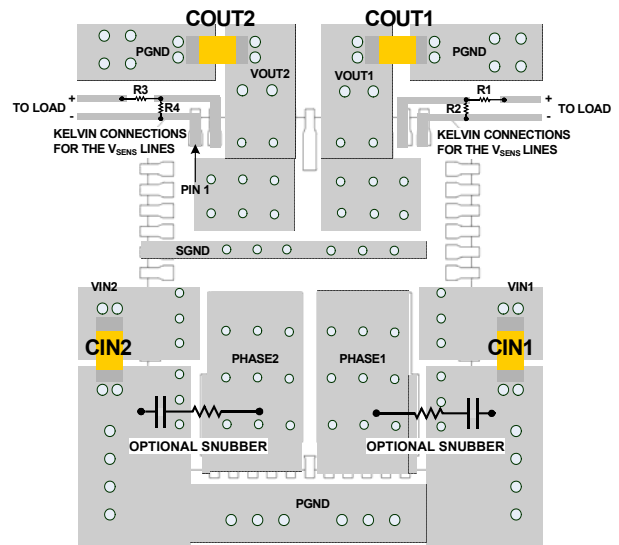

図 32. 推奨レイアウト
安定動作、低損失、優れた放熱性を実現するには、レイアウトについて考慮する必要があります (図 32)。
- 信号グラウンド・ピンに接続された部品には、独立した SGND 銅エリアを使用してください。図 32 に示すように、ユニット下側の 1 カ所に複数のビアを設けて SGND を PGND に接続し、ノイズ・カップリングを回避します。VIN、PHASE、VOUT のノイズの多い層に囲まれたビアをグラウンドに接続しないでください。デュアル出力アプリケーションの場合、SGND と PGND の間のビアは、SGND ピンのできるだけ限り近くに配置することを推奨します。
- 図 32 に示すように、基板レイアウトの下側にオプションのスナバを配置して、PHASE 層と PGND 層を接続することができます。